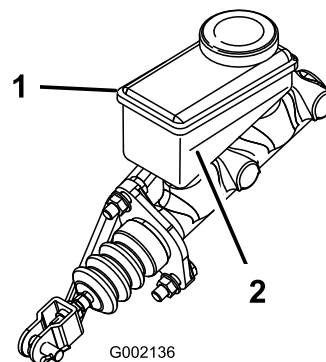

Figura 46
2. Examine a parte lateral do reservatório. O nível deverá encontrar-se acima da linha Mínima (Figura 46). Se o nível de fluido for baixo, limpe a zona em torno da tampa, retire-a, e encha o reservatório um pouco acima da linha Mínima. Não encha demasiado.